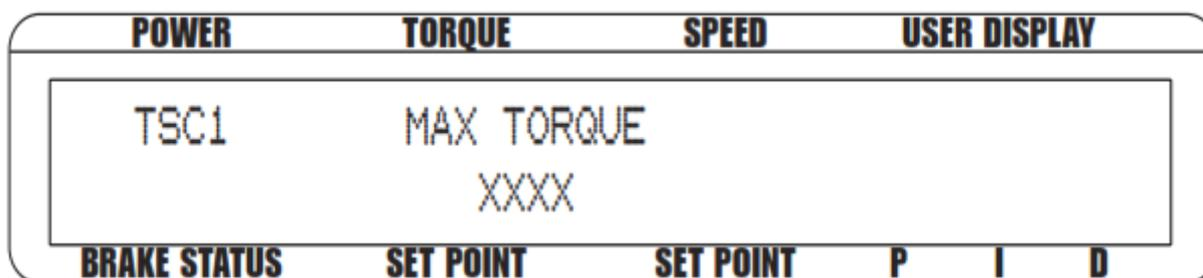

Рисунок 3-9 Меню настройки гистерезисного динамометра
4. Нажмите SHIFT, чтобы зайти в меню установки динамометра. См. Рисунок 3-9 Меню настройки гистерезисного динамометра.